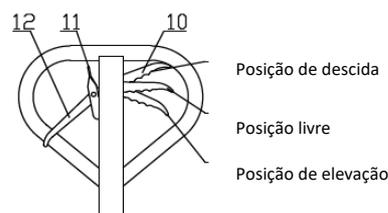

Fig. 5
4.1 Após a montagem da paleteira, tente mover a haste do timão e operar posições diferentes da alavanca de controle 10 para verificar a elevação, posição livre e descida e verificar se as diferentes posições estão normais ou não. Veja a fig 5.
5.3 Consulte a fig. 5, quando a alavanca 10 é colocado na posição de elevação, a paleteira estará em um estado de elevação. Nesse momento, se você mover para cima e para baixo a haste do timão, a paleteira elevará a carga.
5.4 Consulte a fig. 5, quando a alavanca 10 é colocado na posição livre, a paleteira se desloca. Nesse momento, se você mover para cima e para baixo a haste do timão, a paleteira não vai subir nem baixar. Então, você pode usar a paleteira para transportar a carga.
5.5 Consulte a fig. 5, quando a alavanca 10 for colocado na posição de descida, os garfos da paleteira descerão. Nesse momento, os garfos da paleteira irá baixar automaticamente.
5.6 Consulte a fig. 5, quando a alavanca 12 for colocado para baixo, a paleteira estará em um estado de deslocamento livre.
5.7 Consulte a fig. 5, quando a alavanca 12 for colocado para cima, a paleteira estará em um estado de frenagem.
5.8 Consulte a fig. 5, a alavanca 11 é usado para liberar o freio.